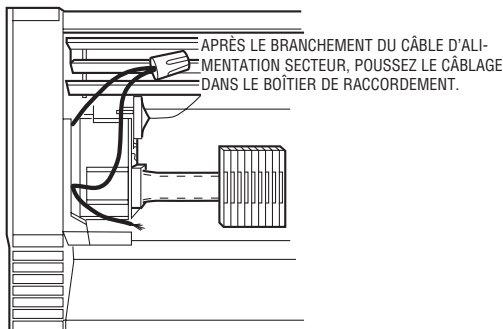

Figure 8. Câblage au travers de l'ouverture de boîtier de raccordement
- Si l'alimentation électrique doit alimenter les radiateurs au boîtier de raccordement qui est adjacent à un autre radiateur, il est plus facile de réaliser les raccordements électriques avant l'installation des radiateurs sur le mur. Si ce n'est pas possible, les raccordements doivent se faire par l'ouverture dans les boîtiers de raccordement avec les couvercles frontaux enlevés. Voir la Figure 8.